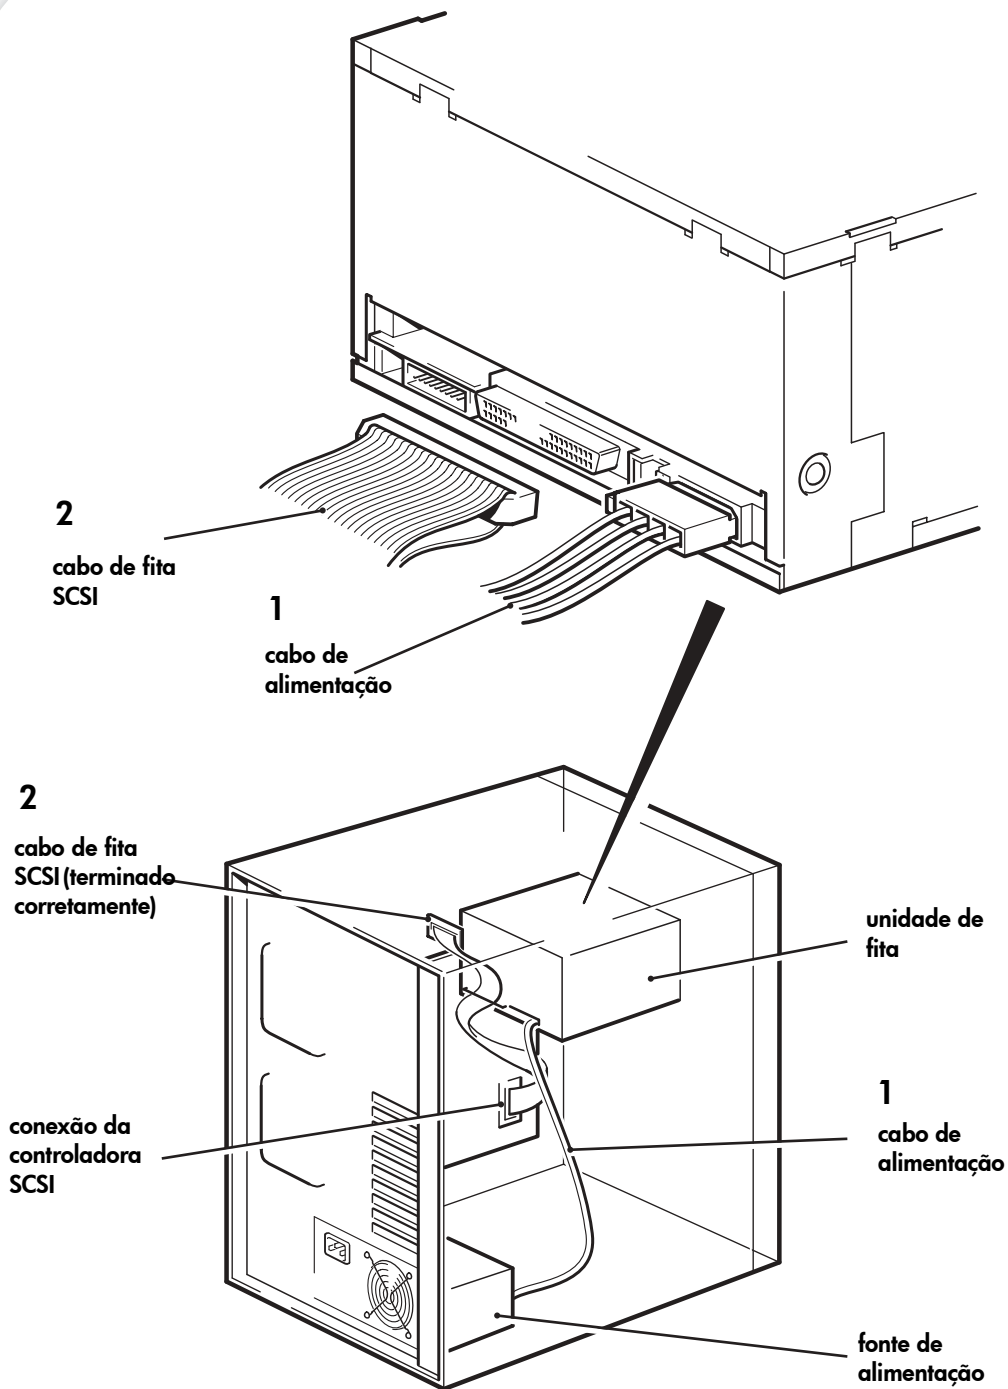

Figura 7: conectar os cabos de alimentação e SCSI
- 1 Conecte um cabo sobressalente da fonte de alimentação interna do servidor ao conector de alimentação, conforme a Figura 7, item 1.
- 2 Ligue um conector sobressalente ao servidor ou um cabo de fita SCSI do HBA ao conector SCSI da unidade, conforme a Figura 7, item 2.
Portanto, supondo-se que o HBA seja o primeiro dispositivo do barramento, verifique se o segundo terminador está localizado depois do último dispositivo, conforme a Figura 7, item 2.